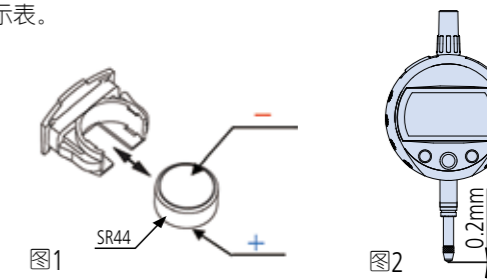

图1
3. 请使用SR44(No.938882)电池。(图1)
5. 测杆相对于基准面和被测量面是倾斜的状态时，会产生测量误差。(图1)此外，基准面的凹凸起伏同样也会造成测量误差，请注意。
1. 用干布或含有少量酒精的布将测杆擦拭干净，不用向其注油。(图1)